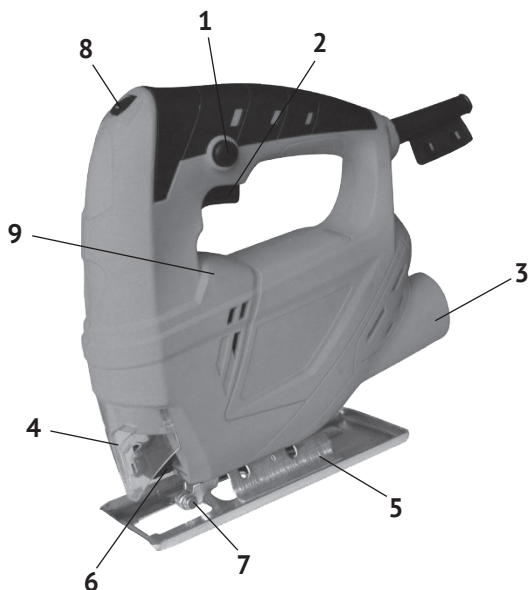

рис.1
1.6 Общий вид лобзика представлен на рис.1
1.7 Коллекторный двигатель и приводной механизм лобзика расположены в пластиковом корпусе (рис.1 поз.9). Корпус, состоящий из двух половин (правой и левой), выполнен заодно с рукояткой, расположенной сверху. Крутящий момент с якоря электродвигателя, посредством встроенного эксцентрикового механизма преобразуется в возвратно-поступательное движение верхней направляющей штока. На нижней направляющей штока расположен пилкодержатель (рис.1 поз.6), в который крепится пила. Лобзик имеет Т – образное крепление пилки (первая буква в маркировке пилки). Первая цифра в маркировке – длина пилки (Т1 – короткая, Т2 – средняя, Т3 – длинная). Цвет хвостовика (а чаще и всей пилки) указывает на материал обработки (серый – для дерева, синий – для металла, красный – для полимеров, чёрный – для других материалов).
В нижней части опорной плиты (рис.1 поз.5) находятся два винта (головка - внутренний шестигранник). Ослабляя эти винты, устанавливаем боковой наклон корпуса лобзика относительно подошвы (до 45° вправо или влево).
1.8 Клавиша выключателя (рис.1 поз.2) расположена в нижней части рукоятки. Включение лобзика осуществляется нажатием на клавишу выключателя
указательным пальцем. Фиксация клавиши в рабочем положении, осуществляется кнопкой (рис.1 поз.1), расположенной слева на рукоятке. При повторном нажатии на клавишу, кнопка фиксации и клавиша (со щелчком) возвращается в исходное положение - выключено.
Диск регулятора скорости (рис.1 поз.8) расположен сверху, в передней части рукоятки. С его помощью устанавливается необходимая скорость хода пильного полотна.
- ослабить шестигранным ключом (входит в комплект поставки) два винта, через вертикальные прорезы в защитном кожухе (рис.1 поз.4), с торца лобзика;
- вставить снизу пилку (зубцами вперёд) в полкодержатель (рис.1 поз.6) так, чтобы задняя часть полотна попала в паз направляющего ролика (рис.1 поз.7);
- для удаления пыли из зоны резания используйте пылесос, присоединив его к патрубку пылеотвода (рис.1 поз.3);
При выборе скорости движения пильного полотна необходимо оценить материал заготовки. Чем твёрже распиливаемый материал, тем ниже скорость, устанавливаемая регулятором (рис.1 поз.8).